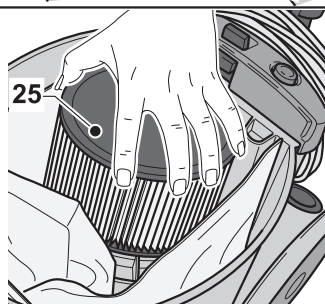

Fig. 14
- La cartouche du filtre (25 Fig. 14) est positionnée par pression sur un support approprié; pour la retirer il est nécessaire de la soulever.
- Retirer la cartouche du filtre (25 Fig. 14), ensuite retirer le filtre (26 Fig. 16) et le nettoyer avec un jet d'air.